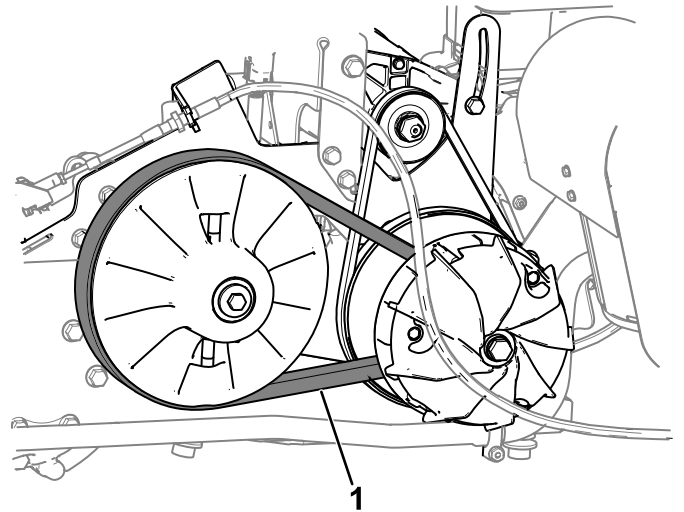

Figura 55
5. Rotii și verificai cureaua (Figura 55) pentru a determina urme de uzură excesivă sau de deteriorări.